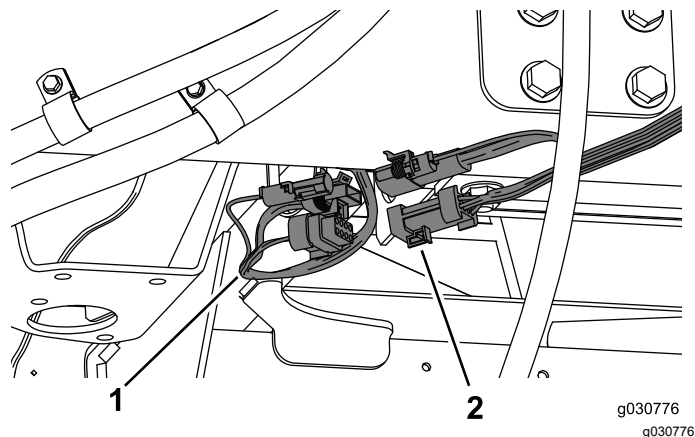

Figura 49
- Ligue a cablagem da cabina à cablagem do lado direito da máquina (Figura 49).